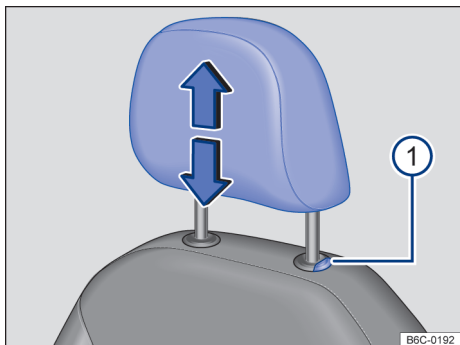

Fig. 71 Apoio para cabeça dianteiro: desinstalar.
- Empurrar o apoio para cabeça totalmente para baixo com o botão → Fig. 71 ① pressionado.
- Retirar o apoio para cabeça com o botão → Fig. 71 ① pressionado.